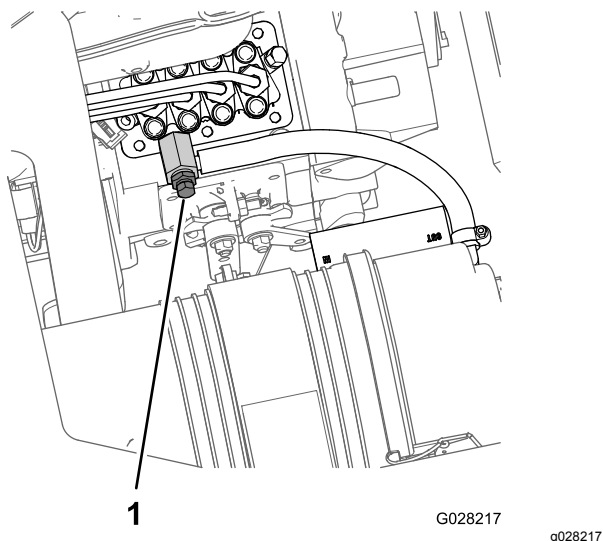

图 75
8. 将放油盘放在发动机燃油喷射泵部位的下方图 75。
9. 打开燃油喷射泵图 75上的排气螺丝。
11. 让钥匙保持在“开启”位置直到有整股的燃油从排气螺丝周围排出图 75。
12. 拧紧排气螺丝图 75将钥匙转至“关闭”位置。